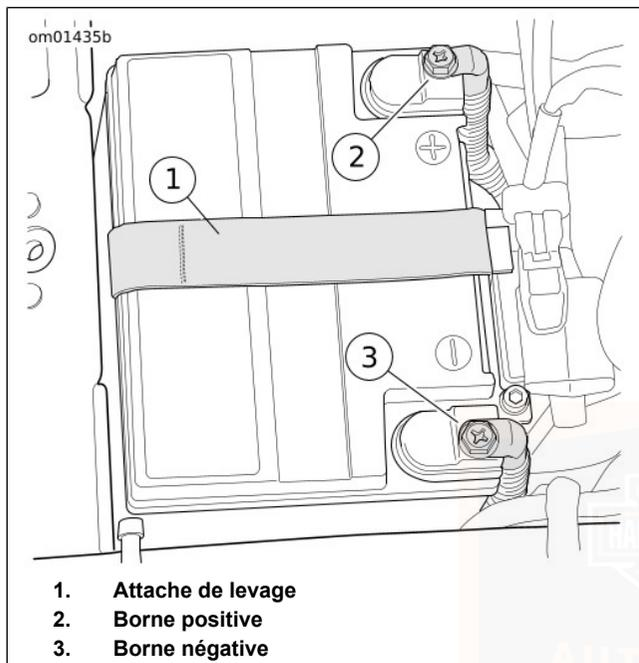

Figure 97. Compartiment de batterie
10. Voir Figure 97 . Déconnecter les deux câbles de la batterie, en commençant par le câble négatif.
3. Voir Figure 97 . Placer la batterie dans le plateau de batterie, bornes orientées vers l'avant.